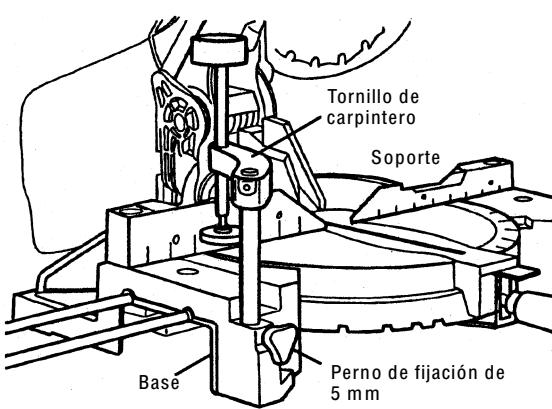

Fig. 18
- (1) El conjunto del tornillo de carpintero puede montarse en la base del lado izquierdo o bien en la base del lado derecho, y puede elevarse o bajarse de acuerdo con la altura de la pieza de trabajo.
- ① Inserte el soporte del conjunto del tornillo de carpintero en el orificio provisto en la base del lado izquierdo o bien en la base del lado derecho.
- ② Luego apriete el perno de fijación de 5 mm, tal como se indica en la Fig.18.